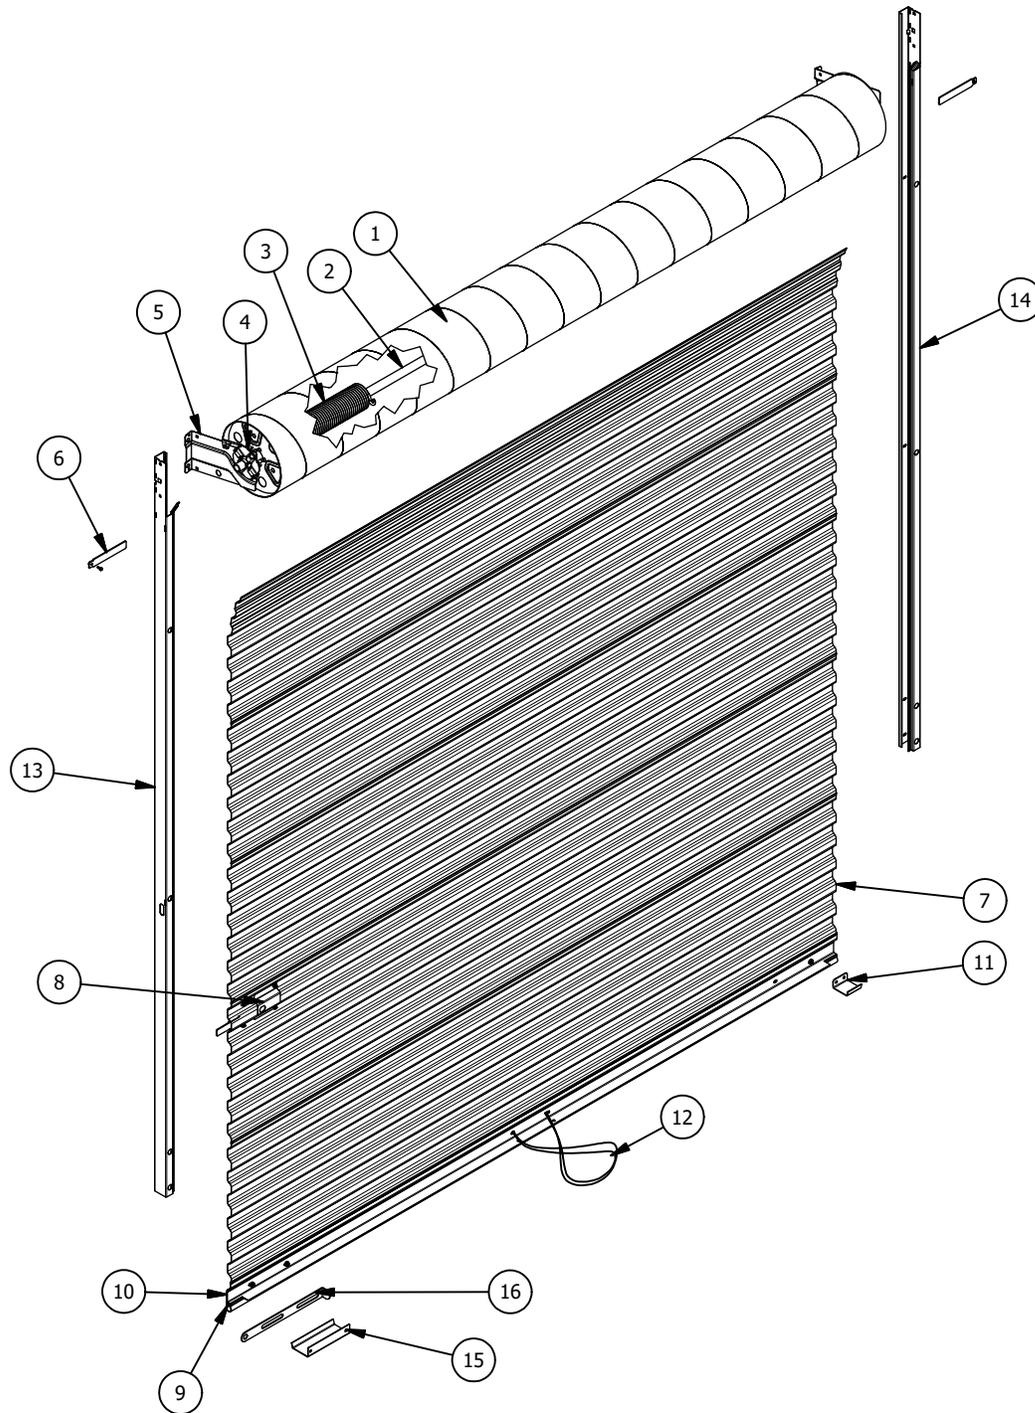

FIGURA 1
REVISE EL CONJUNTO DE LA PUERTA Y LAS DESCRIPCIONES GENERALES DE LAS PIEZAS DE LA LISTA DE MATERIALES EN LA PÁGINA 4, FIGURA 1, PARA FAMILIARIZARSE CON LAS PIEZAS COMUNES DEL CONJUNTO DE PUERTA DE LÁMINA ENROLLABLE.
- ▶ Compruebe que todas las piezas requeridas para la instalación estén con la puerta. **Consulte la página 4, figura 1, para ver la lista general de materiales.**